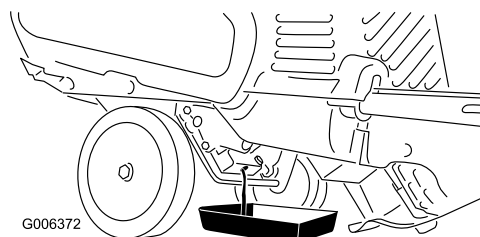

Bild 29
3. Stellen Sie eine Ölauffangwanne unter die Ölablassschraube, nehmen Sie die Ölablassschraube und kippen Sie die Schneefräse nach hinten; lassen Sie das Altöl in die Ölauffangwanne laufen (Bild 29).